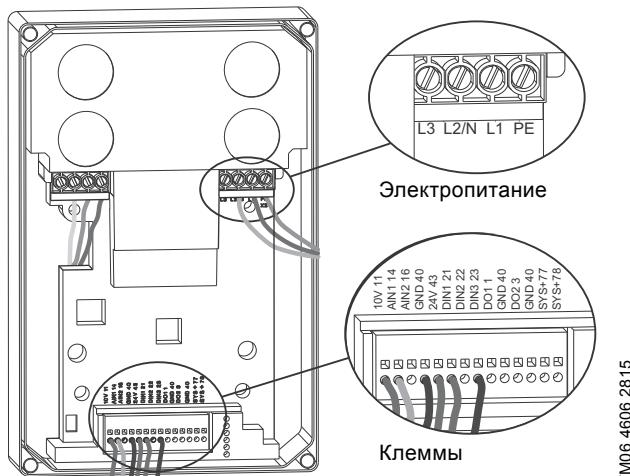

Рис. 1 Обзор электрических соединений
- Соединить провода с сетевым штексером в соответствии со схемами клемм, нанесенными на ЧРП, см. рис. 1 питающей сети.
- Однофазное исполнение ЧРП: соединить фазовую линию (L1) с L1, нейтральную линию (N) с L2/N и защитное заземление (PE) с PE.
- Трехфазное исполнение ЧРП: соединить фазовые линии (L1, L2, L3) с L1, L2/N и L3, а защитное заземление (PE) с PE.
См. рис. 1 клемм.